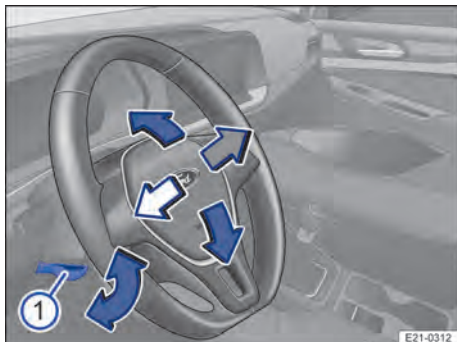

Fig. 61 Sous le volant de direction, dans le revêtement de la colonne de direction : levier de réglage de la position du volant de direction
1. Abaissez le levier → fig. 61 ①.
3. Poussez fermement le levier → fig. 61 ① vers le haut jusqu'à ce qu'il affleure le revêtement de la colonne de direction → .